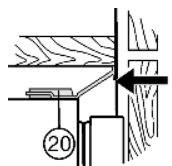

Fig. 16
- ▶ En caso de que sea necesario, alinee el panel de compensación Fig. 16 (20) desplazándolo en paralelo hacia la esquina del mueble. No debe sobresalir.